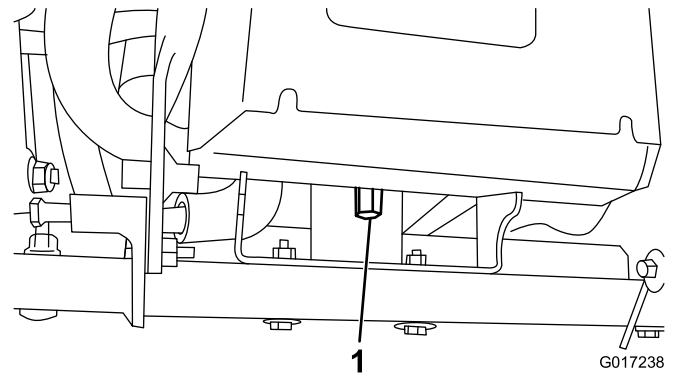

Рисунок 10
4. Отверните высокую гайку, которая крепит заднюю часть основания аккумуляторной батареи к раме машины (Рисунок 10).